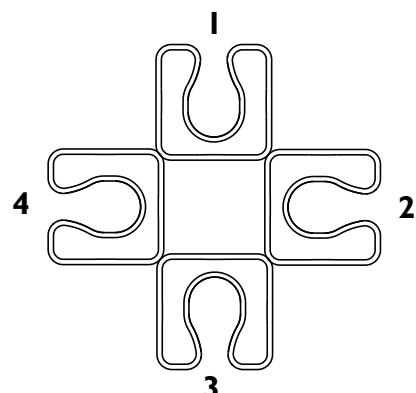

FIGURE 2 - ENLEVER/INSTALLER LE SIÈGE REMBOURRÉ
ENLEVER/INSTALLER LE SIÈGE REMBOURRÉ**ENLEVER (FIGURE 2)**
Le siège rembourré peut être placé dans l'une (1) des quatre (4) directions (SCHÉMA "A" de la FIGURE 2).
INSTALLER (FIGURE 2)
2. Placer le siège dans la direction choisie (SCHÉMA "A" de la FIGURE 2).